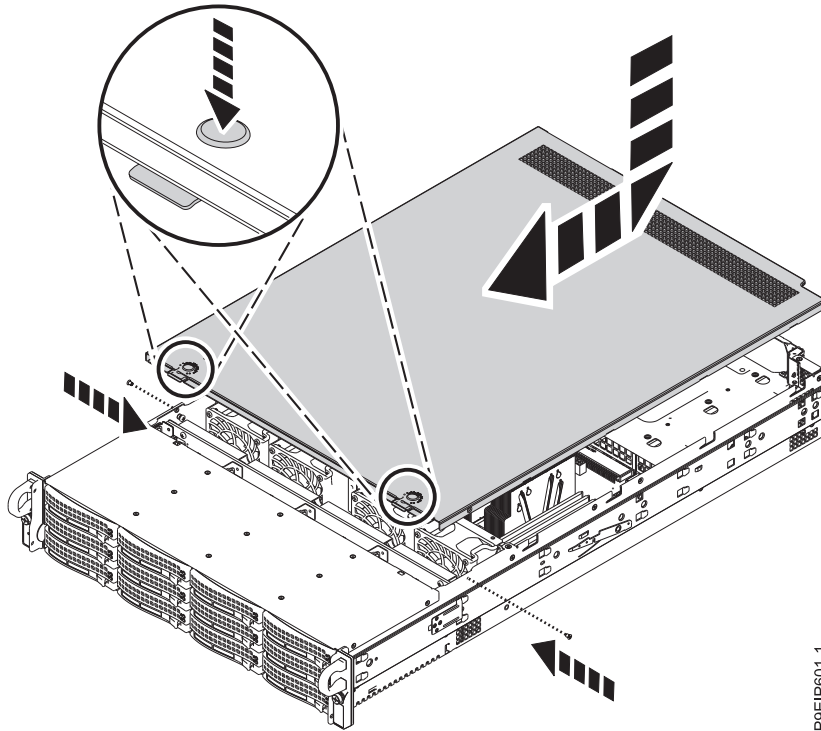

Figure 107. Remise en place et sécurisation du capot
2. Faites glisser le capot vers l'avant jusqu'à ce qu'il s'encastre, comme indiqué dans la figure 107.